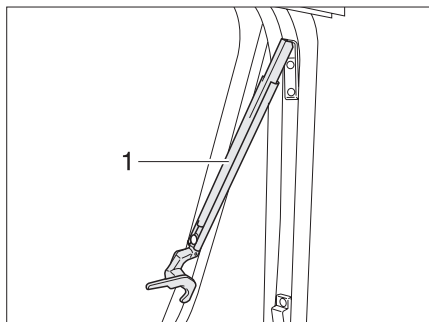

Bild 25 Ausstellfenster mit Automatik-Ausstellern, geöffnet
- ▶ Ausstellfenster bis zur gewünschten Raststellung öffnen. Der Automatik-Aussteller (Bild 25,1) rastet selbstständig ein.